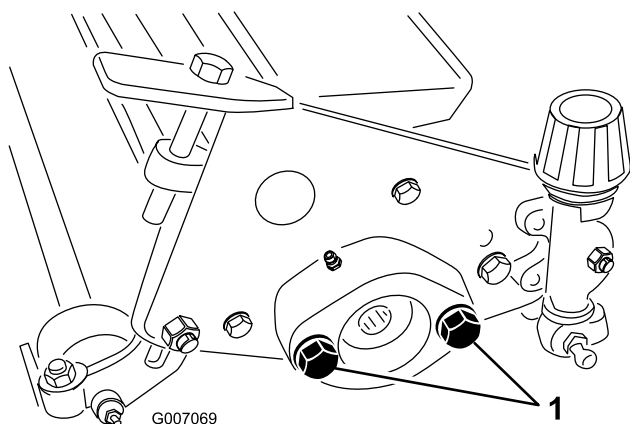

Figura 8
- Ajuste os parafusos de montagem no motor de transmissão de forma que aproximadamente 1/2" das estrias fique exposta em cada parafuso (Figura 8).